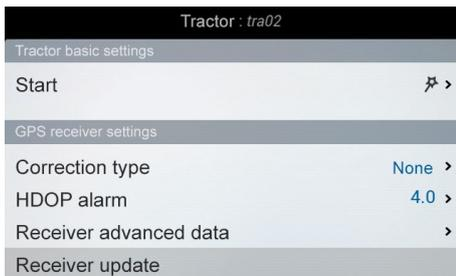

Fig. 173
- Select **Software update** (Fig. 173) and press **OK**.